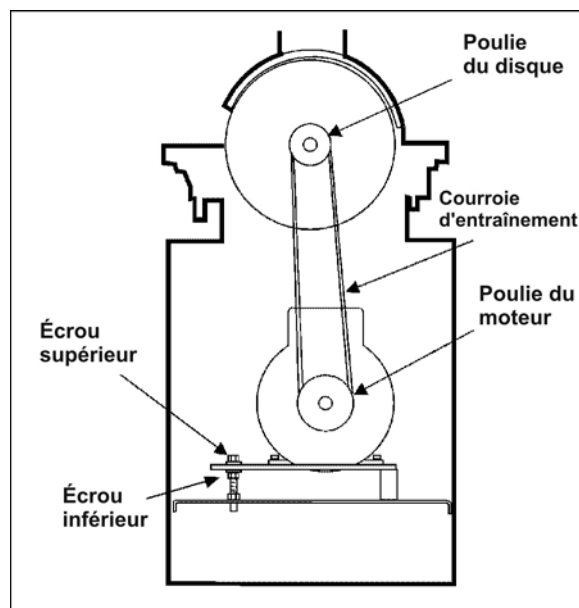

Figure 6
Reférez-vous à la figure 6 :
5. La courroie de transmission est déjà montée sur la poulie du disque derrière le disque, comme l'illustre la Figure 6. Toutefois, vous devez vérifier la courroie pour vous assurer qu'elle se trouve dans la rainure de la poulie.